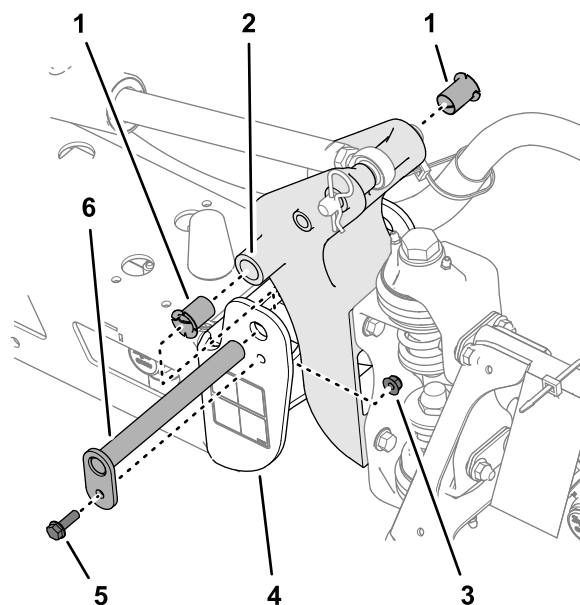

Рисунок 108
3. Отверните болт и гайку, которые крепят ось поворота, и снимите ось поворота (Рисунок 108).
5. Снимите и осмотрите нейлоновые втулки с передней и задней сторон кронштейна шарнира (Рисунок 108).
6. Нанесите тонкий слой масла на нейлоновые втулки и установите их в кронштейн оси поворота (Рисунок 108).
7. Совместите отверстия в кронштейне шарнира с отверстиями в швеллере (Рисунок 108).